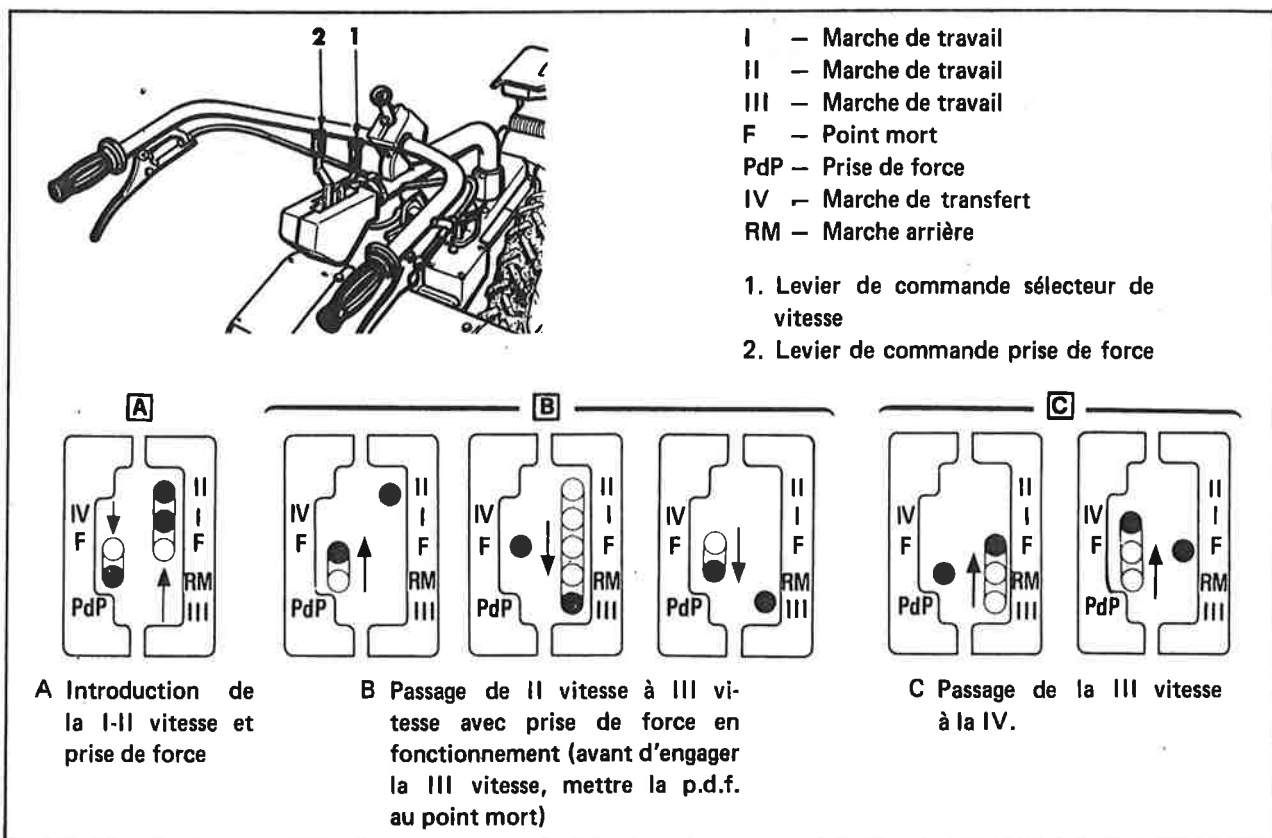
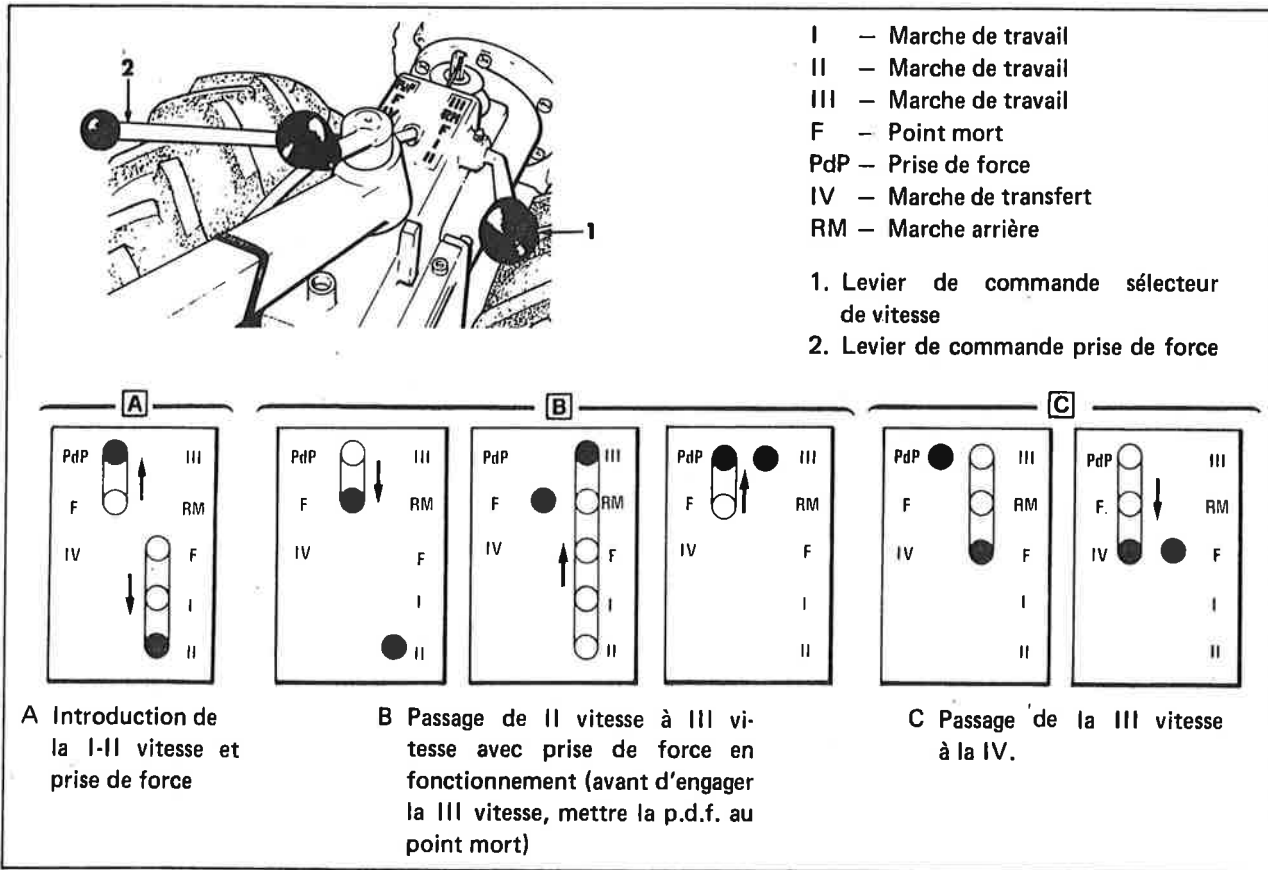

Figure 6. Commande sélecteur de vitesse et p.d.f. pour motoculteurs 71 et 71DI
Figure 7. Commande sélecteur de vitesse et p.d.f. pour motoculteur 71E
2. Engrener le levier de commande sélecteur de vitesse et le levier de commande de la prise de force dans la marche désirée (voir aux fig. 6 et 7 le fonctionnement de la commande).
- Le dispositif de sécurité empêche l'embrayage de la marche arrière si la prise de force est engagée. De ce fait il faut mettre da p.d.f. au point neutre pour le passage de la II.ème à la III.ème marche (voir la fig. 6 et la fig. 7).
Introduire la prise de force au moyen du levier de commande comme indiqué à la fig. 6 (motoculteur 71 - 71DI) et à la fig. 7 (motoculteur 71E).